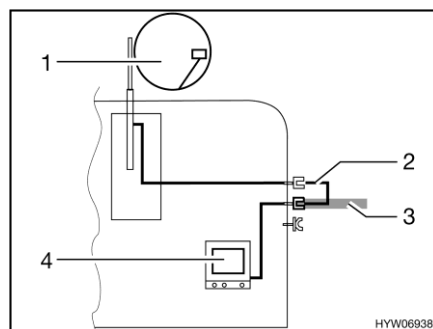

Fig. 222 TV dans le véhicule
- TV dans le véhicule (Fig. 222,4) : Raccord à l'antenne sur le toit (Fig. 222,1) avec câble d'alimentation (Fig. 222,2)
- TV dans le véhicule (Fig. 222,4) : Raccord à l'antenne extérieure (Fig. 222,3)